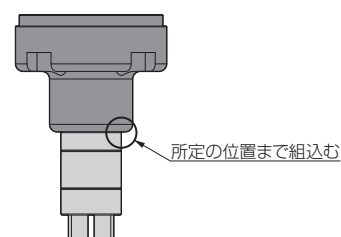

図6
- ①レバーチャックに配管ジョイントを取付けます。
- ②レバーチャックがロボットハンドフランジ端面に当たるまで組込みます。(図6参照)